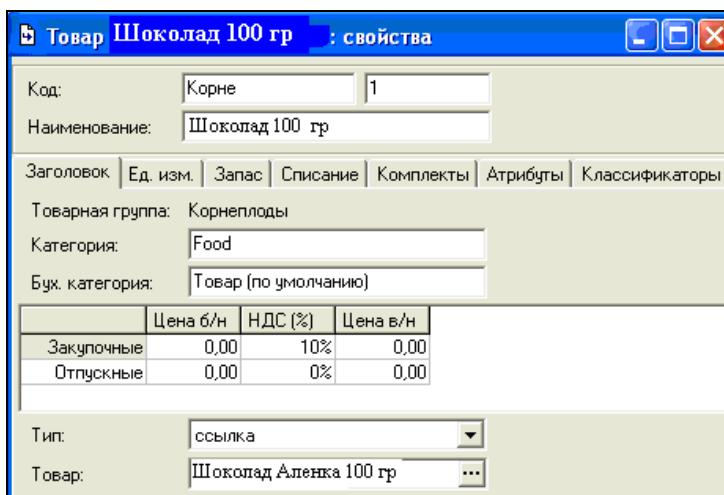

Рис. 43
*Ссылки* – это товары, вместо которых при формировании документов расхода будут подставлены другие товары – те, которые стоят в поле *Товар* товарной карточки. Тип товара *ссылка* используются для организации списания штучного товара и позволяет избежать дублирования в словаре товаров одинаковых товаров (сигареты, шоколад и т. д.), если они введены в меню разных подразделений. При вводе товара типа *Ссылка*, Вы задаете связь товара с другим товаром (см. Рис. 43, поле *Товар*).